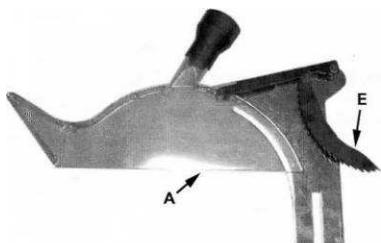

Рис. 7
Пояснения к рис. 7:
Полностью в собранном виде расклинивающий нож и защита А показаны на рис.7.
- Удалите защитный кожух и собаки (C, E, рис. 7).